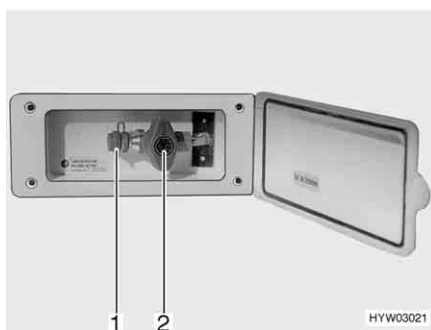

Fig. 74 Presa gas esterna, rubinetto di arresto del gas chiuso
La presa gas esterna si trova (Fig. 74) sul lato anteriore destro vicino al vano portabombole.
- Collegare l'apparecchio a gas esterno all'attacco (Fig. 74,1).
- Aprire il rubinetto di arresto del gas (Fig. 74,2).